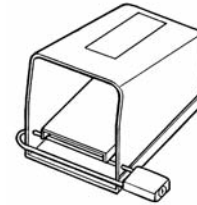

Figure 1 – Pédale de commande verrouillée
- Verrouillez la pédale de commande lorsque la machine ne sert pas (Figure 1). Cela évitera les risques de démarrage accidentel.